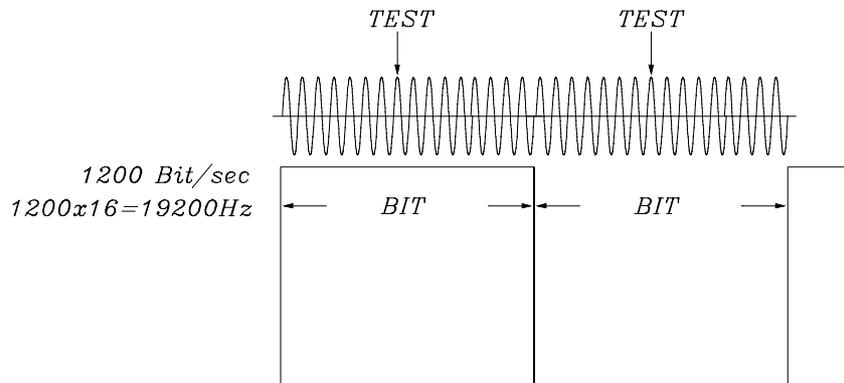

Fig.07
**Vediamo come si determina il Baud-Rate.** Il ricevitore campiona il bit in arrivo al centro del suo tempo di presentazione, dividendo questa durata in sedici parti a cui corrispondono sedici cicli sinusoidali e testando il segnale all'ottavo ciclo (Fig.07).